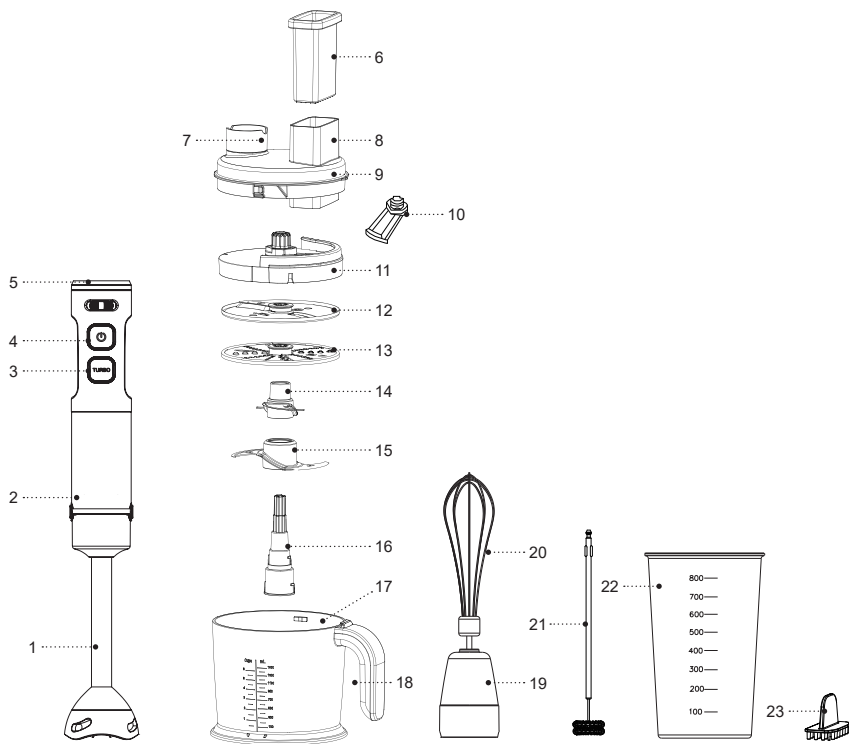

Рис. 1
- Насадку-блендер (1) используйте для приготовления соусов, майонеза, фруктовых пюре, детских смесей, смешивания разнообразных ингредиентов, для переработки фруктов и овощей, содержащих достаточное количество сока.
- Перед установкой насадки-блендера (1) убедитесь в том, что вилка шнура питания не вставлена в электрическую розетку.
- Вставьте насадку-блендер (1) в моторный блок до срабатывания фиксаторов (2), убедитесь в надёжной фиксации насадки (рис. 1).
- Погрузите насадку-блендер (1) в ёмкость с продуктами, которые вы хотите измельчить/перемешать, можно поместить продукты в стакан (22).
**ВНИМАНИЕ!** При переработке продуктов держите моторный блок с насадкой-блендером (1) вертикально (рис. 1).
- Для включения нажмите и удерживайте кнопку (4) «». Используйте этот режим работы для смешивания жидких продуктов.
- При нажатии и удержании кнопки (4) «» Вы можете регулировать скорость вращения насадки поворотом регулятора (5). Используйте этот режим работы для переработки жидких и твёрдых продуктов.
- Для работы в режиме максимальной скорости нажмите и удерживайте кнопку (3) «TURBO».
**ВНИМАНИЕ!** При измельчении твёрдых овощей, например, моркови, нарежьте морковь на мелкие кусочки 15×15×15 мм и поместите их в стакан (22), при этом максимальный вес моркови не должен превышать 150 г, и добавьте 250 мл воды.
- Для выключения вращения насадки-блендера (1) отпустите кнопку (3 или 4).
- После завершения работы выньте вилку шнура питания из электрической розетки и снимите насадку-блендер (1), нажав на кнопки фиксатора (2) (рис. 1).